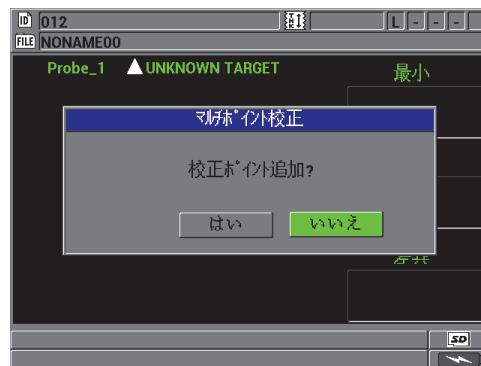

図 4-9 校正ポイントの追加
7. 校正ポイントの追加（マルチポイント）：続けて厚さ計は、校正ポイントの追加について確認を促します（76 ページ図 4-9 参照）。いいえを選択すると標準（基本）校正を完了し、はい（マルチポイント）を選択すると最大 8 ポイントまで校正ポイントを追加することができます。